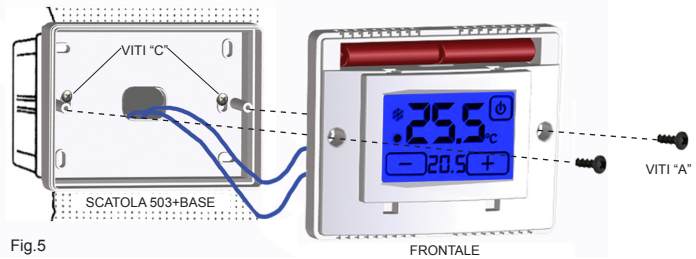

Fig.5
- Fissare il **FRONTALE** sulla **BASE** utilizzando le viti "A" in dotazione (Fig.5).